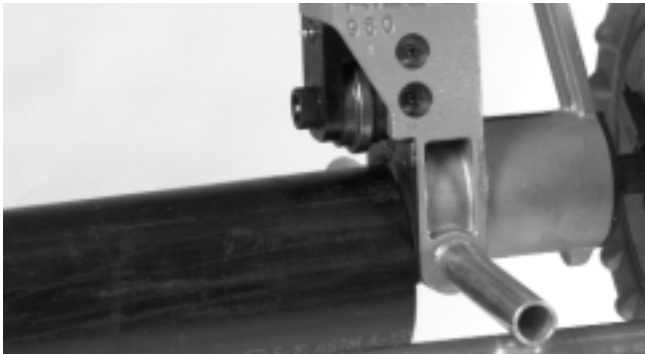

Figure 4 – Détail montrant le tuyau buté contre la plaque de couverture
3. liguez le tuyau et le porte-tubes avec la rainureuse à galets en vous assurant que l'extrémité du tuyau bute bien contre la plaque de couverture de la rainureuse (Figure 4).